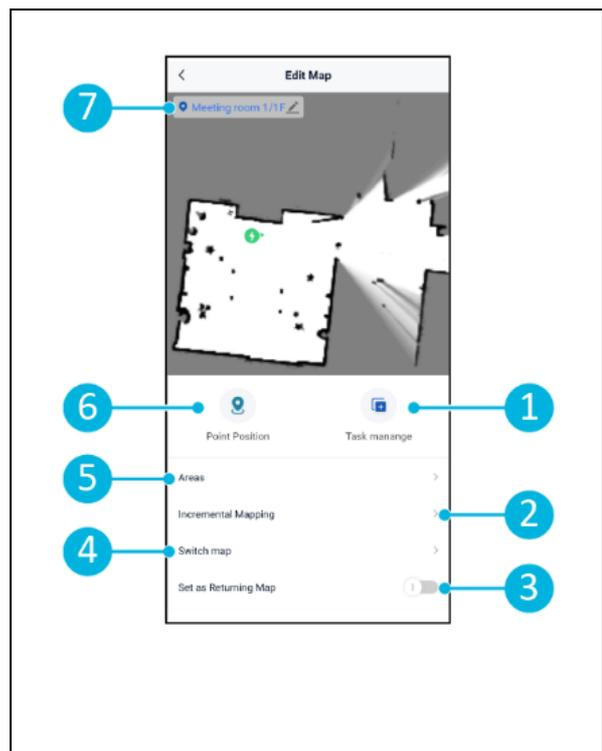

Figure 21
- Assurez-vous que la carte que vous souhaitez modifier est sélectionnée en choisissant [\[Changer de carte\]](#) (Figure 21, pos. 4).
2. Sélectionnez [\[Mappage incrémentiel\]](#) (Figure 21, pos. 2). Assurez-vous que la télécommande est allumée et connectée.
1. Assurez-vous que la carte co-botique 45 se trouve dans la carte actuellement sélectionnée (Figure 21, pos. 4).